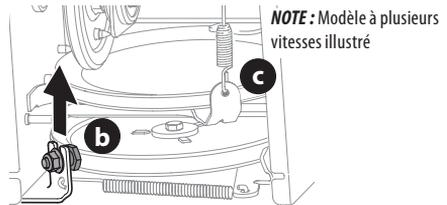

Figure 84
6. Desserrez le boulon à épaulement (b) qui sert de garde-courroie et retirez-le. Puis, décrochez le ressort (c) du châssis. Voir Figure 84.
- NOTE :** Installez le boulon à épaulement (a) et de fixer le ressort au châssis après avoir installé la courroie neuve. Voir Figure 84.